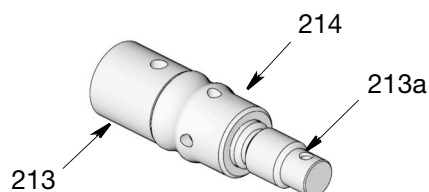
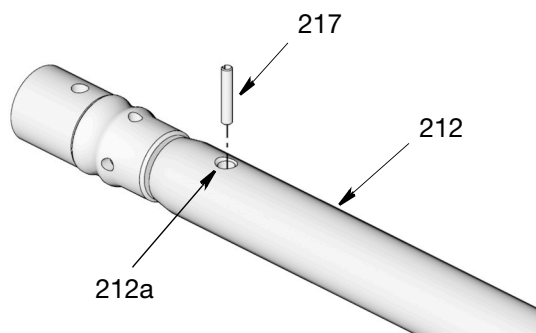

Рис. 38
Рис. 39
5. Вдвиньте вместе поршневой шток (213) и уплотнение поршня (214) (Рис. 38).
6. Вкрутите поршневой шток (213) в конец выталкивающего штока (212). Надежно затяните от руки две детали вместе при совмещении отверстия (213a) (Рис. 38) с отверстием (212a) (Рис. 39).
7. Введите штифт (217) в совмещенные отверстия [(213а (Рис. 38) и 212а (Рис. 39)]. При необходимости предусмотрите опоры для штоков (212 и 213), чтобы не допустить их деформации. Используйте остроконечный инструмент и молоток для посадки штифта внутри штоков.